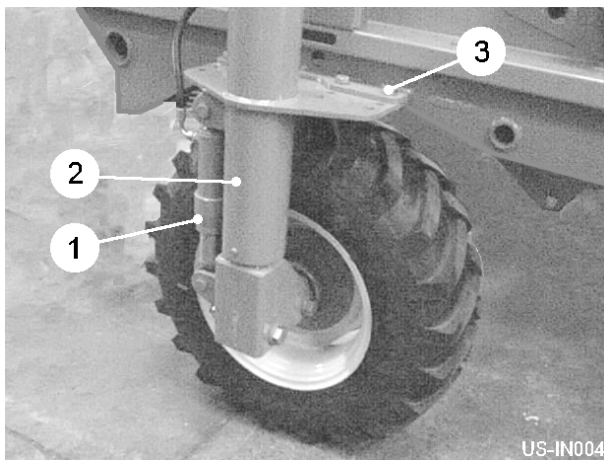
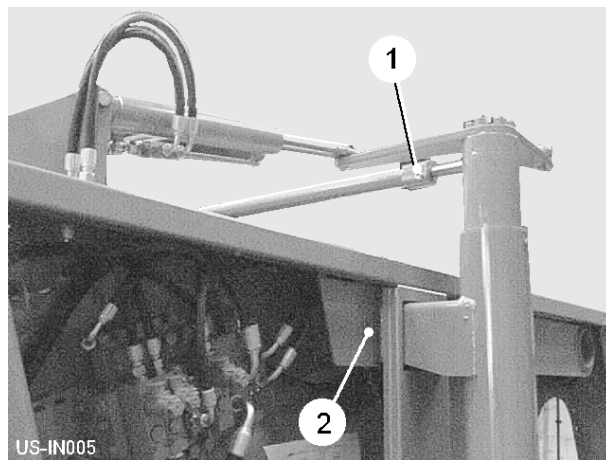

Fig 4
Fig 5
Jedes Rad wird von einem Radbeinpfiler getragen (item 2, fig 4). Die oberen und niedrigeren Winkelringteller haben Einbaulöcher. Die Pfeiler in oder aus zu bewegen, stellt die Radzentren ein, der ausgewählten Bettweite zu passen. Beide Beine müssen zu den gleichen Lochpositionen bestimmt sein, damit die Räder über dem centreline der Maschine symmetrisch bleiben. Ausrüstung zu heben, muß benutzt werden, als das Setzen der Räder.
Entfernen Sie die Fahrtenstabsschraube (item 1, fig 5) und (item 3, fig 4 & item 2, fig 5) entfernen Sie die Winkelringteller Einbauschrauben. Beim Benutzen von Hubausrüstung, schieben Sie den Beinpfiler zur erforderlichen Position vorsichtig. Fügen Sie die Einbauschrauben durch (item 3, fig 4 & item 2, fig 5) das relevante Loch in die Winkelringteller ein. Wiederholen Sie das Verfahren für das gegenüberliegende Rad. Schließlich, setzen Sie den Fahrtenstab zur korrekten Länge. Überprüfen Sie alle Nüsse und Schrauben sind dicht, nachdem Änderungen vervollständigt worden sind.
Die Steuerknüppel markierten 'MAHINE LEVEL', aktivieren Sie die hydraulischen Zylinder (item 1, fig 4).